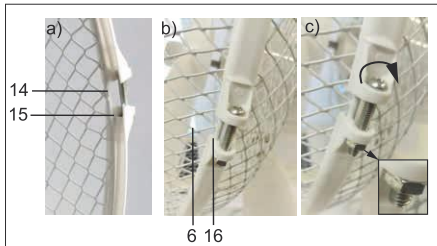

Fig. 77: Montering af det forreste beskyttelsesgitter
9. Tag nu fat i fastgørelsesbåndets (7) ender.
10. Sæt krydskærveskruen med linseformet hoved (8 a) gennem de to øjer (15), og fastgør den med skruemøtrikken (8 b). *Krydskærveskruen skal kun være skruet minimalt ind og skal flugte med skruemøtrikken.*
11. Træk den dermed dannede ring på kanten af det bagerste beskyttelsesgitter (14).
*Beskyttelsesgitterets kant skal ligge i fastgørelsesbåndets bagerste rille (15). Fig. 77 a).*
12. Sæt det forreste beskyttelsesgitter (6) i fastgørelsesbåndets forreste rille (16), fig. 77 b).
13. Stram krydskærveskruen yderligere i urets retning med en krydskærveskruetrækker. Fig. 77 c).